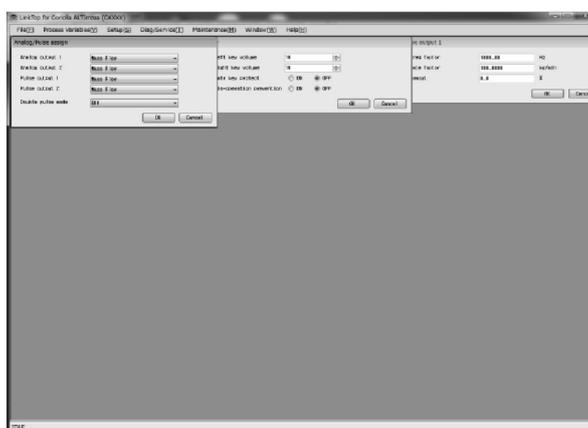

図172
③ 「Tile Vertical」選択時は、図172のように左右に並べて表示します。